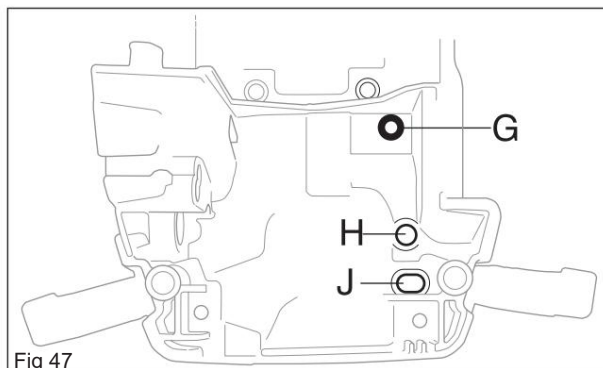

Fig 47
2. Soulevez le bloc moteur au-dessus du bloc réservoir et insérez les durits de carburant (en J), de retour (en H) et le câble d'accélérateur (en G) dans le fond du compartiment du carburateur. (voir figure 47)